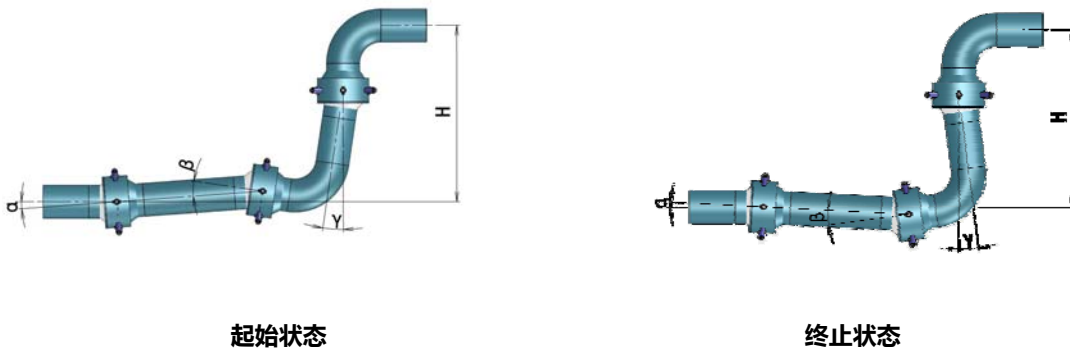

图 3-6 三球 Z 型布置 2 补偿原理图
3.3.2.4.1 当立管臂长 H 不足于安装球型补偿器时，可按图 3-6 中方案进行布置。